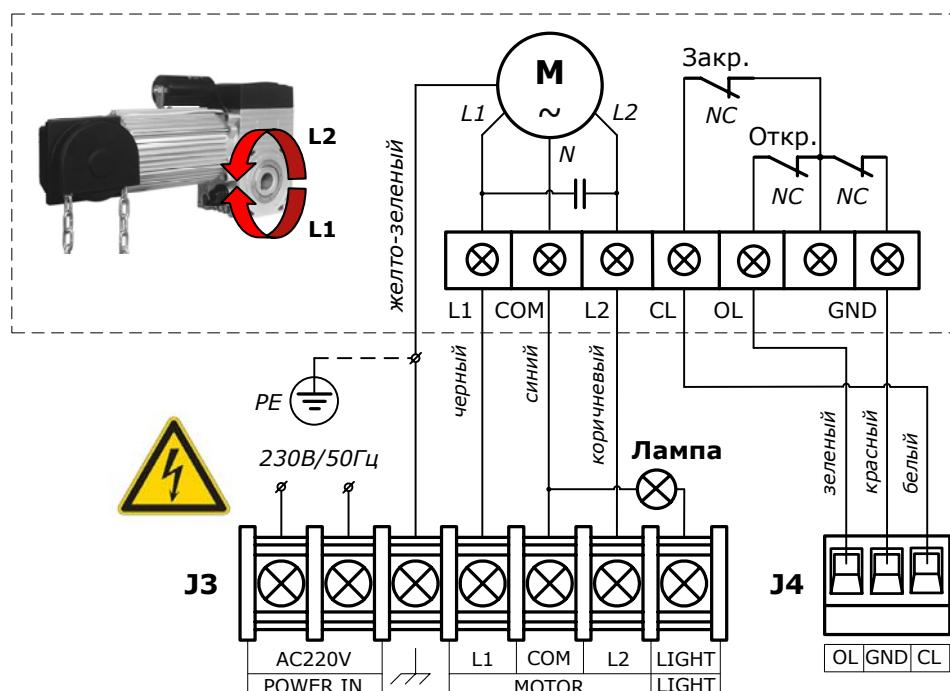

Рис. 7. Электрические подключения привода к блоку управления
При подключениях электродвигателя и выключателей конечных положений (Рис. 7) используйте предлагаемые кабели из комплекта привода (Таблица 1), четырехжильный (4G1,5мм2) и трехжильный (3x0,5мм2) соответственно.
Для сигнализации о движении ворот к блоку управления привода может быть подключена проблесковая лампа (Рис. 7) 230В, макс. 60Вт. Проблесковая лампа подключается к клеммам «LIGHT» и «COM».
- Проверьте наличие индикации на электронном модуле блока управления согласно таблицы 7. Если индикации нет или не соответствует требуемой, отключите блок управления и внимательно проверьте все подключения (сверьтесь с разделом «9. Неисправности и рекомендации по их устранению»). Если к приводу подключены фотоэлементы, необходимо проверить приемник (RX). Если индикатор приемника не светиться или моргает, это означает, что сигнала нет или сигнал прерывается из-за неточной регулировки фотоэлементов.
- С помощью кнопок ОТКРЫТЬ (OPEN) и ЗАКРЫТЬ (CLOSE) проверьте, что движение полотна ворот осуществляется в требуемых направлениях. Если направление вращения выходного вала привода не совпадает с требуемым, отключите электрическую сеть и поменяйте местами провода подключения на клеммах «L1» и «L2» (Рис. 7).